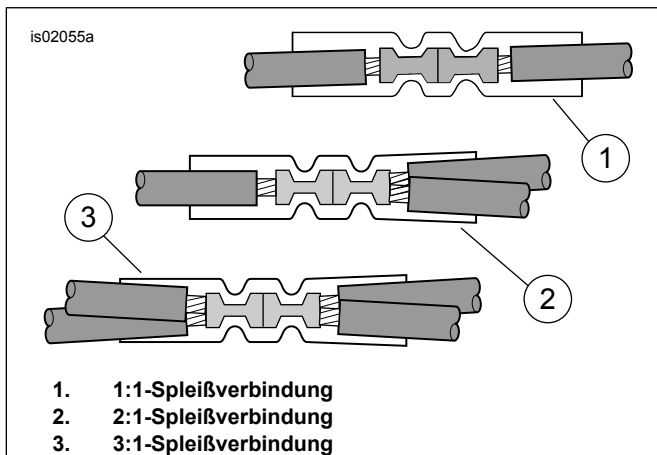

Abbildung 15. Spleißanordnungen
3. Siehe Abbildung 15, 2:1-Spleißanordnung. Das schwarze Senderkabel des Garagentoröffners mit einem **roten** versiegelten Stoßverbinder (Abbildung 27, Position 4) aus dem Satz mit den **schwarzen** Kabeln vom Scheinwerfer spleißen. Die Ummantelung des Sender-Kabelbaums um soviel zurückschneiden, wie zum Spleißen notwendig ist.
1. Siehe Abbildung 15, 2:1-Spleißanordnung. Das schwarze Kabel (13) aus dem Satz mit einem **roten** versiegelten Stoßverbinder (Abbildung 27, Position 4) mit dem schwarzen Massekabel des Sensors spleißen. Anweisungen hierzu siehe Anhang im Werkstatthandbuch. Den Kabelkanal (10) aus dem Satz über das verspleißte Massekabel schieben.
4. Die 6,4 mm (1/4 in) Kabelöse (7) aus dem Satz auswählen. Die Kabelöse gemäß den Anweisungen für die Packard-Quetschverbinderzange im Anhang des Werkstatthandbuchs an das schwarze Senderkabel crimpen.
4. Siehe Abbildung 15, 2:1-Spleißanordnung. Das Stromkabel des Garagentoröffner-Kabelbaums mit einem **roten** versiegelten Steckverbinder (Abbildung 27, Position 4) aus dem Satz mit den orange/weißen Kabeln des Hauptkabelbaums spleißen. Hierzu die Anweisungen im Anhang des Werkstatthandbuchs beachten.
6. Siehe Abbildung 15, 1:1-Spleißanordnung. Das Stromkabel des Garagentoröffner-Kabelbaums mit einem **blauen** versiegelten Steckverbinder (Abbildung 27, Position 5) aus dem Satz mit den Kabeln des Hauptkabelbaums spleißen. Hierzu die Anweisungen im Anhang des Werkstatthandbuchs beachten.
3. Siehe Abbildung 15, 2:1-Spleißanordnung. Das Stromkabel des Garagentoröffner-Kabelbaums mit einem **roten** versiegelten Steckverbinder (Abbildung 27, Position 4) aus dem Satz mit den orange/weißen Kabeln des Hauptkabelbaums spleißen. Hierzu die Anweisungen im Anhang des Werkstatthandbuchs beachten.